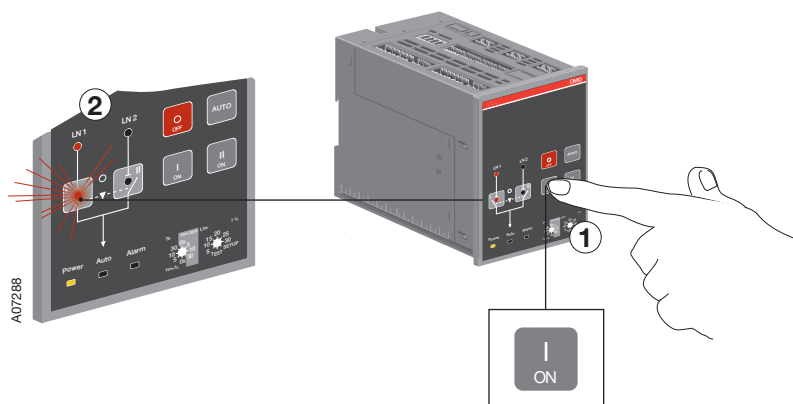

Figura 6.2 Selección del seccionador a operar, el estado del seccionador y la indicación de línea elegida con indicadores LED en las unidades OMD200 u OMD300
- Al pulsar la tecla I (consulte la Figura 6.2/①, el seccionador I cambia a la posición ON (para el estado y la indicación de línea, consulte la Figura 6.2/②) y el seccionador II cambia a la posición OFF. Si el seccionador I ya está en la posición ON, el uso de la tecla I no tiene ningún efecto.